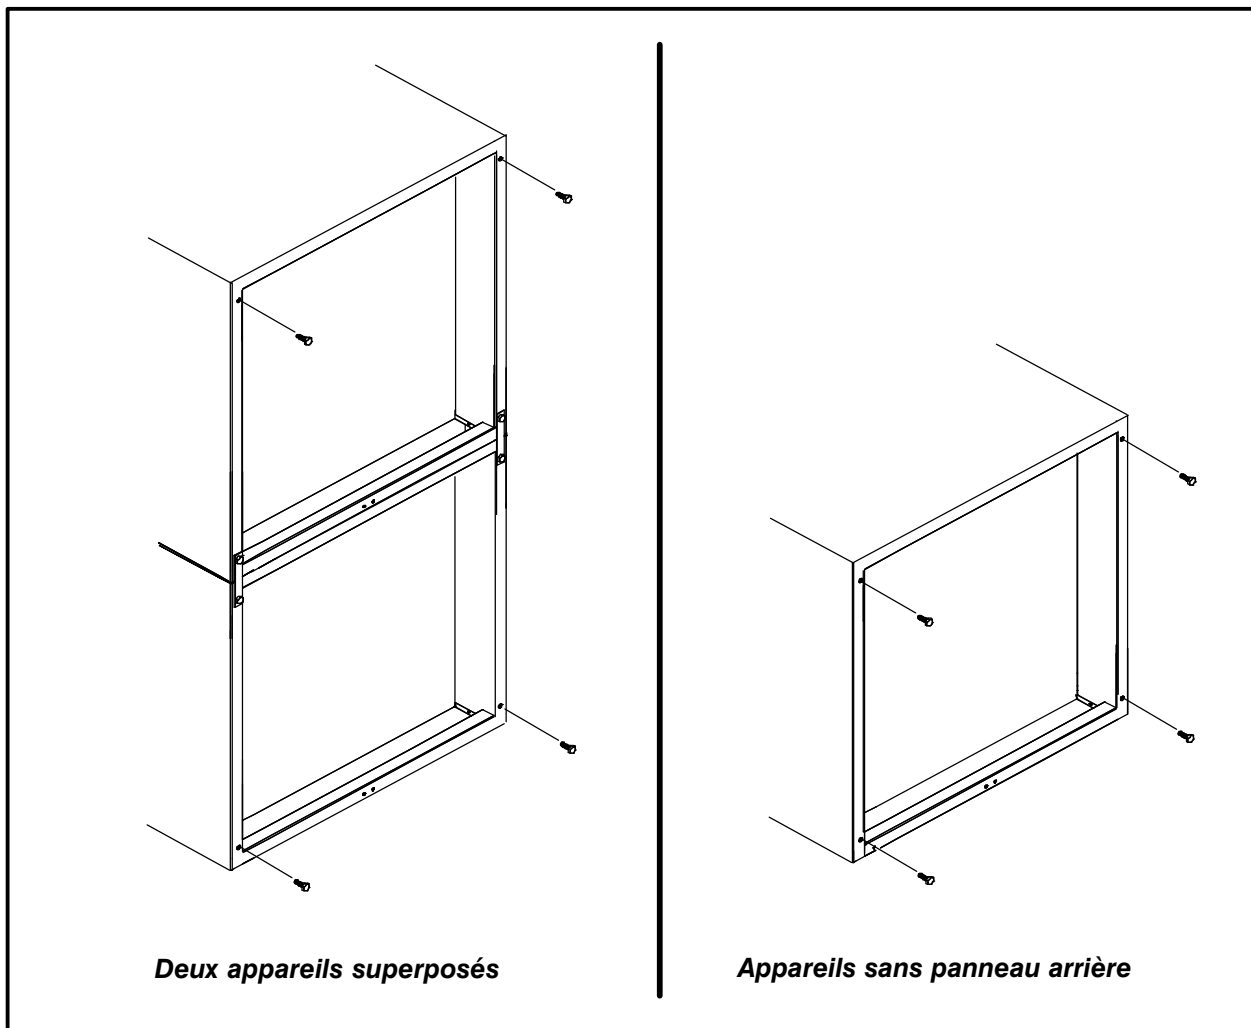

Figure 2
2. Posez les boulons comme l'illustre la Figure 2.